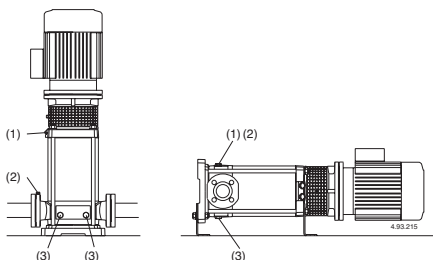

Рис. 4 (1) Наполнение и отдушина
При положении насоса выше уровня перекачиваемой жидкости (работа в режиме всасывания, рис. 3А) или при недостаточной высоте напора (менее 1 м) для открытия обратного клапана наполните всасывающую трубу и насос через соответствующее отверстие (1) (рис. 4).
Во время наполнения винт со штифтом (14.17) в сливной пробке (14.12) должен быть откручен, чтобы имелось соединение между камерой подающей части и камерой всасывающей части (рис. 4а).
Рис. 4а Наполнение: внутренний проход открыт
Рис. 4б При работе: внутренний проход открыт
При работе под гидравлическим напором (рис. 3В) наполняйте насос, медленно открывая задвижку на всасывающей трубе до полного раскрытия; при этом, задвижка в подающей трубе и отдушны (1) и (2) должны быть полностью открыты (рис. 4), чтобы выпустить воздух. **MXV.. 65-80**
Закройте отдушны (1) и (2) (рис. 4).
Для MXV-B, MXV(L) 25–32–40 и MXV(L)4 25–32–40 Затяните игольчатый винт (14.17) в сливной заглушке (14.12) (рис. 4б) и закройте отверстие для выпуска воздуха (14.04).
Если заливка прерывается (непостоянный поток на подаче при открытых задвижках) или если давление на манометре колеблется, провести повторный выпуск воздуха на всасывании (2), проверить герметичность всех соединений всасывающей трубы и крепко затянуть выпускную заглушку (2) и сливные заглушки (3) со стороны всасывания (рис. 4).
По возможности, как в случае временной работы с грязными жидкостями, прокачайте через насос немного чистой воды для удаления осадков. Либо, после слива воды, промойте насос, залив не менее 40 л чистой воды в заливочное отверстие (1) со стороны подачи и дав ей выйти через сливное отверстие (3) со стороны всасывания (рис. 4).
Перед разборкой насоса отсоединить провод от зажимной коробки, закройте задвижки на всасывании и подаче и слейте жидкость из корпуса насоса (рис. 4).